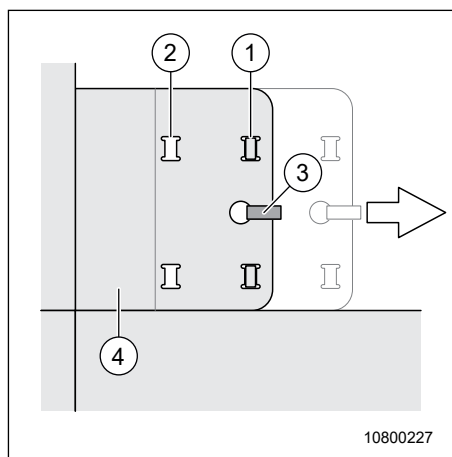

Fig. 65 Transformation de la position assise confortable
2. Ouvrir la fermeture à scratch (Fig. 65, Pos. 3).
3. Soulever légèrement le couvercle du caisson (Fig. 65, Pos. 4) devant et le sortir prudemment.
4. Placer le couvercle du caisson sur le caisson au niveau des évidements (Fig. 65, Pos. 2).